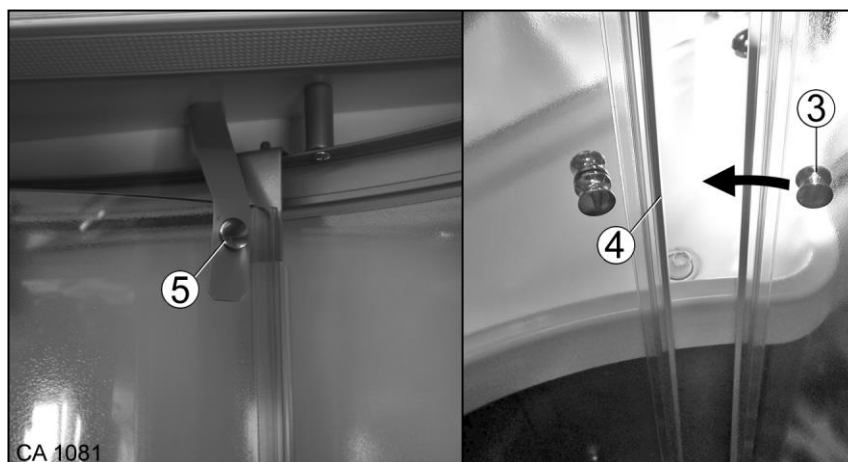

Fig. 148 Porte coulissante de la cabine de douche
3. Desserrer la fixation par bouton-pression (Fig. 148/5) de la porte coulissante de la cabine de douche.
4. Glisser la porte coulissante en la tenant au bouton (Fig. 148/3) jusqu'au rail de butée de l'élément pivotant (Fig. 148/4).